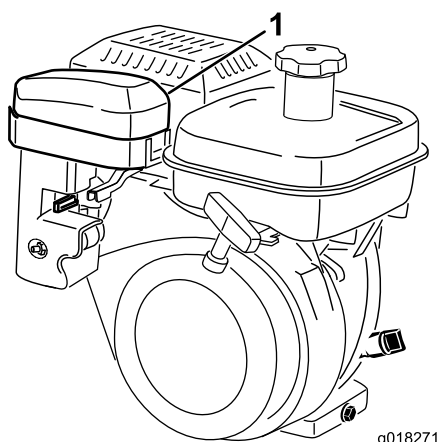
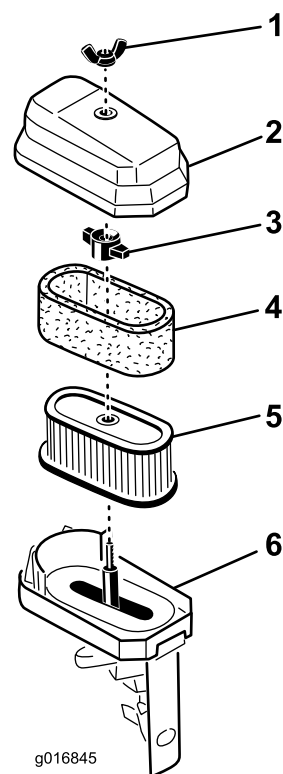

Bild 36
Bild 37
2. Nehmen Sie die Flügelschraube ab, mit der die Luftfilterabdeckung am Luftfilter befestigt ist. Nehmen Sie dann die Abdeckung ab. Reinigen Sie die Abdeckung gründlich (**Bild 36** und **Bild 37**).
3. Nehmen Sie einen verschmutzten Schaumeinsatz vorsichtig vom Papiereinsatz ab (**Bild 37**). Reinigen Sie ihn gründlich.